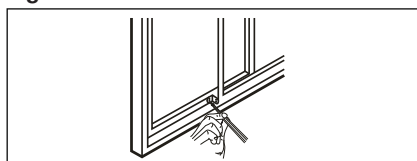

Fig. 22
- Per bloccare il telaio scorrevole in posizione, fissare il tassello di sicurezza con una vite da 1/2" (12,7 mm) come illustrato (fig. 22).